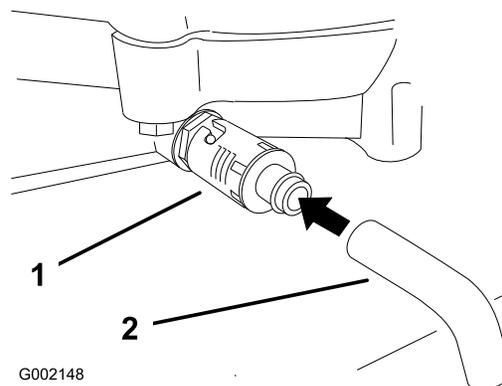

Figura 17
4. Coloque um recipiente debaixo do orifício de escoamento de óleo. Rode a válvula de drenagem de óleo para deixar o óleo drenar (Figura 17).